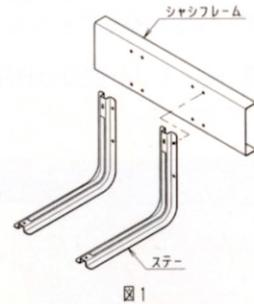

図1
(2)シャシフレーム及びステーに取付け用の穴をあけます。…図1